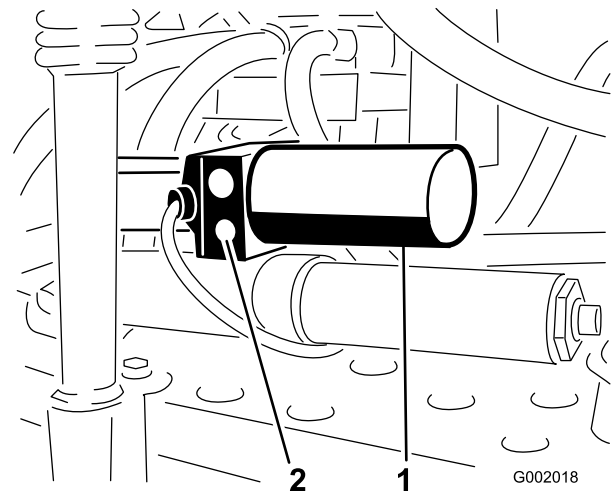

Figura 74
1. Coloque a válvula de descarga manual no accionador para cada rampa. A válvula de descarga manual é a válvula de descarga mais pequena e encontra-se num dos lados do corpo do accionador (Figura 74).